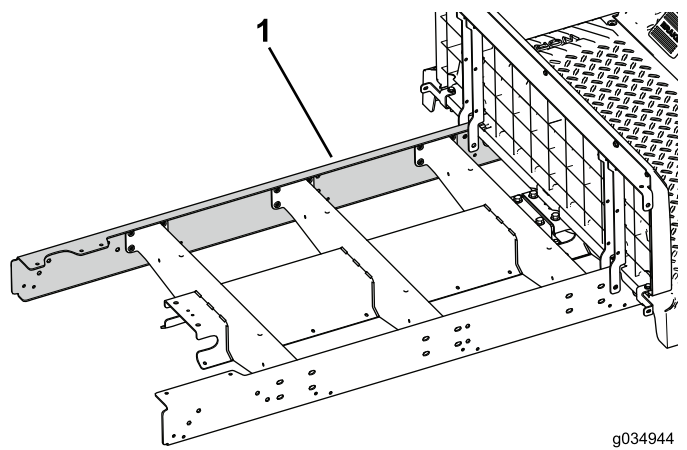

Figure 74
5. Fixez légèrement le longeron d'extension du côté gauche de la machine (Figure 74).